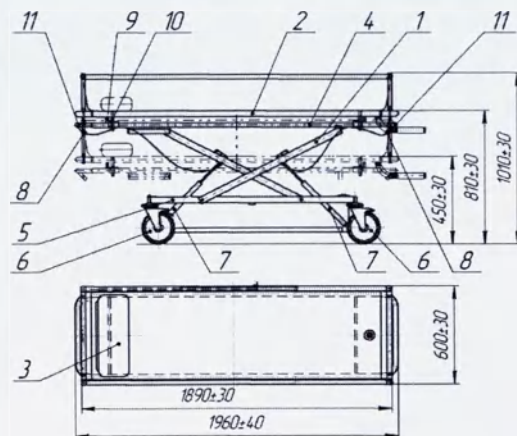

Рисунок 1. Тележка ТВ-ММ мод. 1290
2.3. Габаритные размеры, мм	См. рис. 1
4.1. Изделие (см. рисунок 1) состоит из: тележки многоуровневой 1, съемных носилок – ванны НВ-ММ 2 и подголовника 3.
4.8. Носилки-ванна 2 комплектуется подголовником 3 (см. рисунок 1), изготовленным из пенополиуретана в чехле из материала тентового с поливинилхлоридным покрытием.